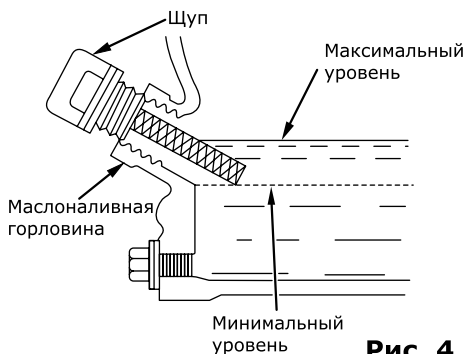

Рис. 4
- отверните и извлеките масляный щуп, проверьте уровень масла, медленно доливайте масло до нужного уровня по меткам на щупе или краю маслосливной горловины (рис. 4);